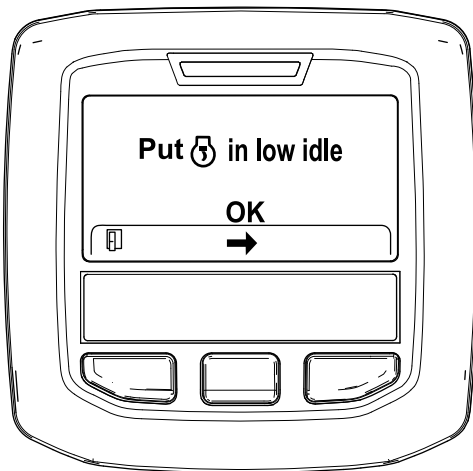

Bild 51
6. Stellen Sie die Gasbedienung in die NIEDRIGE LEERLAUF-Stellung und drücken Sie die mittlere Taste (Bild 51).